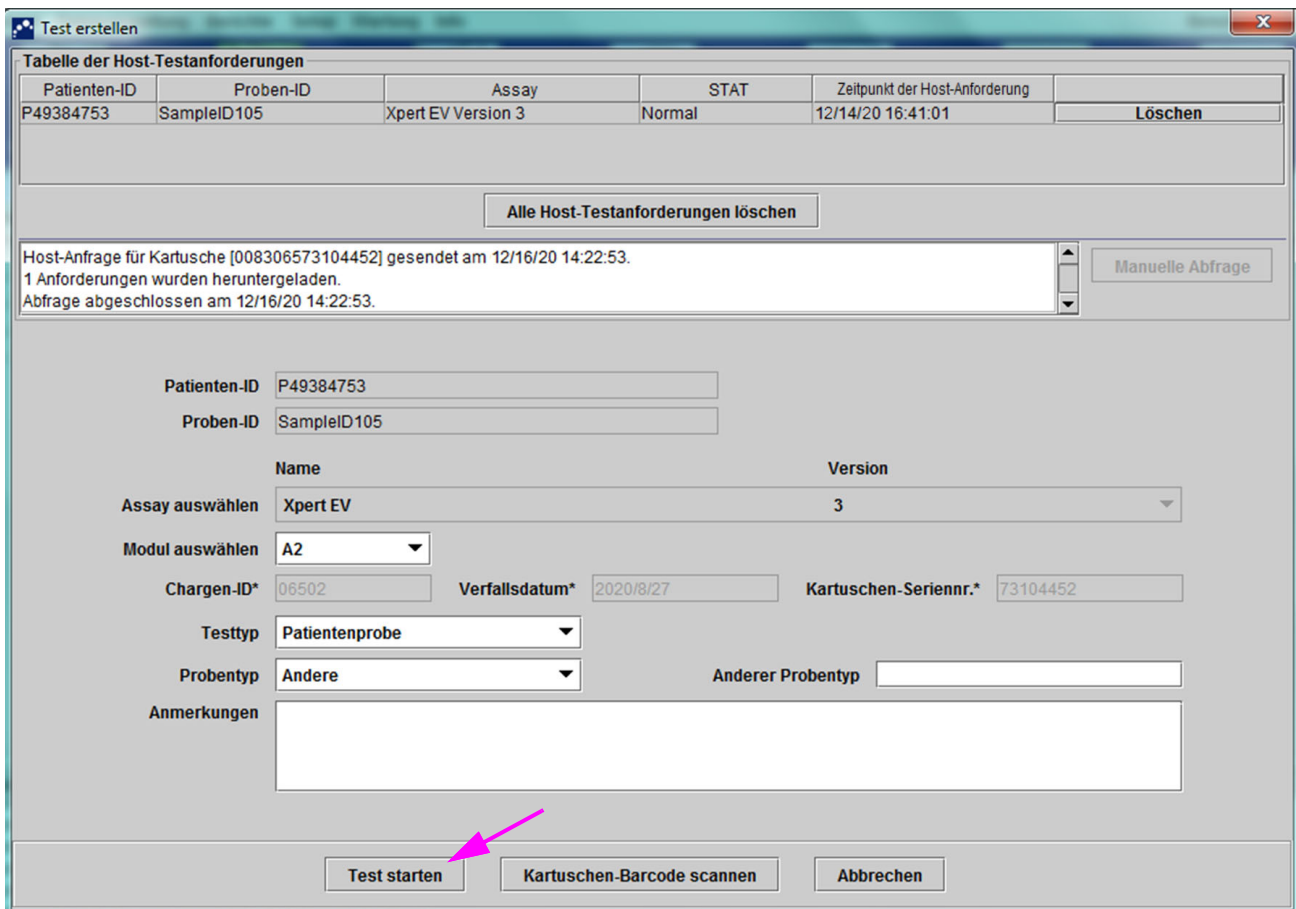
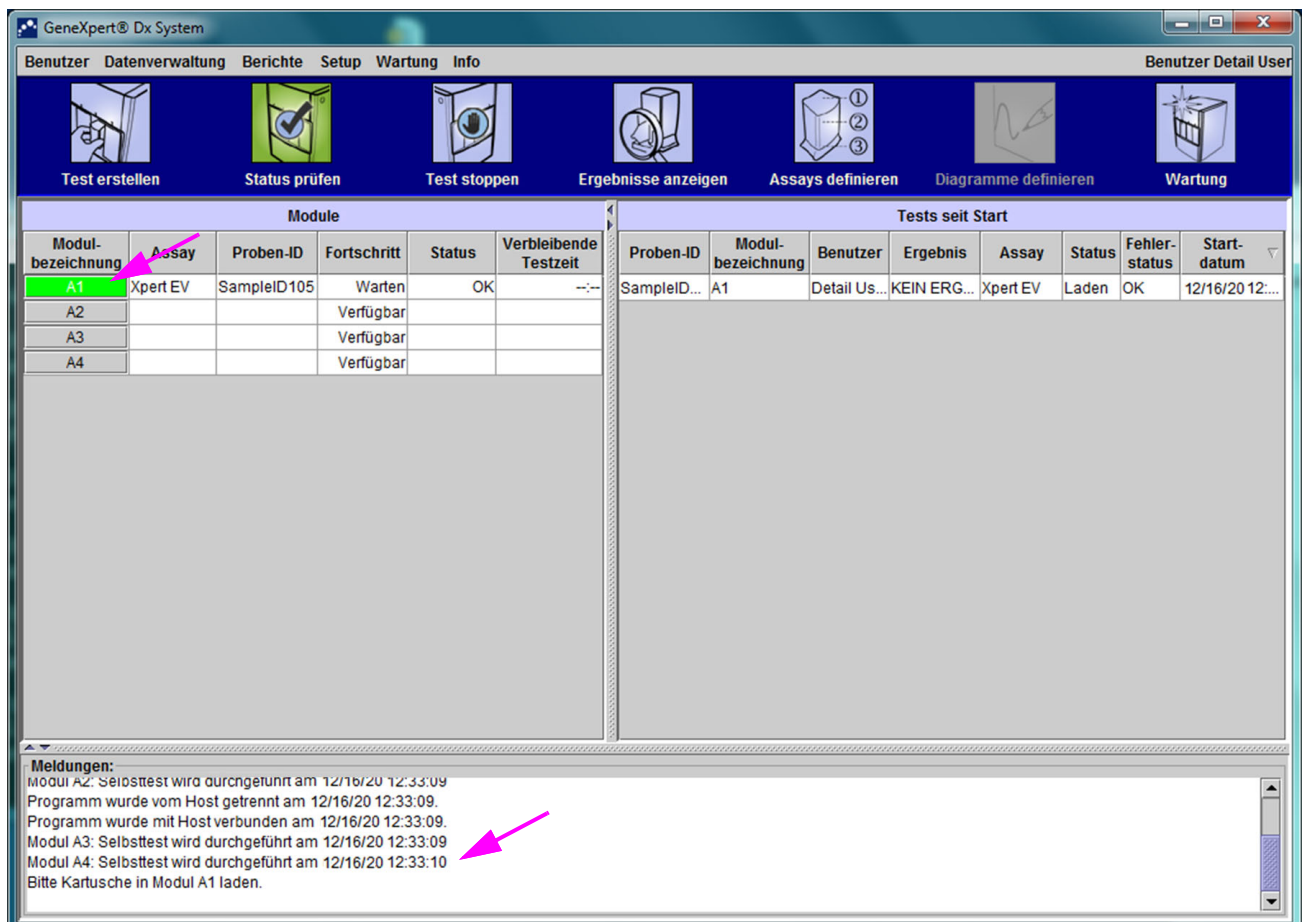

Abbildung 5-115. Bildschirm „Test erstellen“ mit Anzeige einer abgeschlossenen Kartuschenanfrage
Abbildung 5-116. Startbildschirm von GeneXpert mit der Aufforderung, die Kartusche zu laden
Das GeneXpert Dx System fragt das Cepheid Link-System ab, um zu bestätigen, dass die Anforderung im System vorliegt. Wenn die Anforderung vorhanden ist, wird sie an das GeneXpert Dx System heruntergeladen (vgl. Abbildung 5-115).
4. Überprüfen Sie die Anforderung im Bereich **Tabelle der Host-Testanforderungen** (vgl. Abbildung 5-115). Geben Sie ggf. weitere Informationen oder Anmerkungen ein und drücken Sie dann auf die Schaltfläche **Test starten**. Der Startbildschirm von GeneXpert mit der Aufforderung, die Kartusche in das grün hervorgehobene Modul zu laden, wird angezeigt. Vgl. Abbildung 5-116.